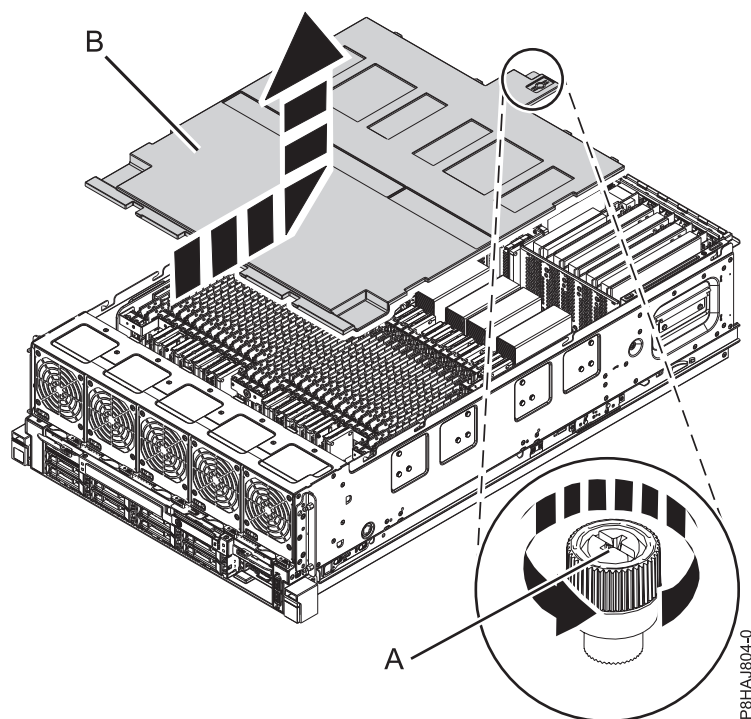

Figura 33. Remover a tampa de segurança
2. Desaperte o parafuso de aperto manual (A) localizado na parte posterior da tampa, ao rodá-lo na direcção apresentada na Figura 33 na página 49.
3. Faça deslizar a tampa de segurança (B) em direcção à parte posterior do sistema. Quando a parte anterior da tampa passar a extremidade superior da estrutura, levante a tampa e retire-a do sistema.